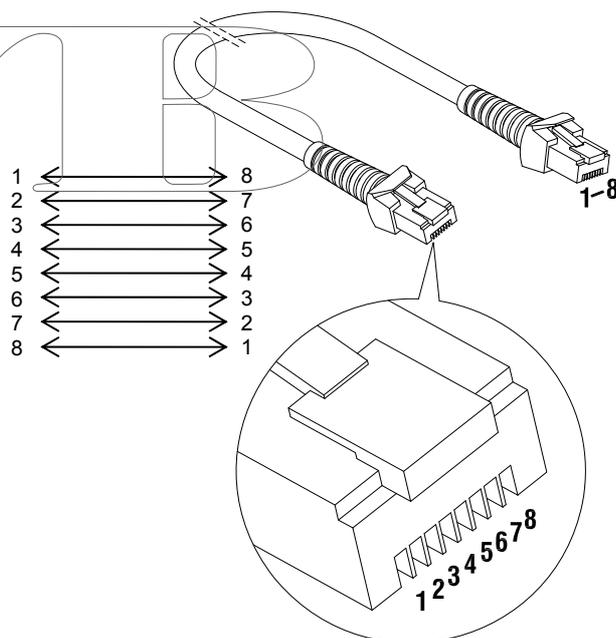

Figura 20: cavo di comunicazione modulare, 8 poli, incrociato. Per la comunicazione tra due Mass Combi (funzionamento in parallelo)
- Nel caso di funzionamento in parallelo (consultare la sezione 3.4): Cavo di comunicazione modulare a 8 poli (lunghezza massima 15 m) per la comunicazione tra i due Mass Combi. Vedere la figura 20.